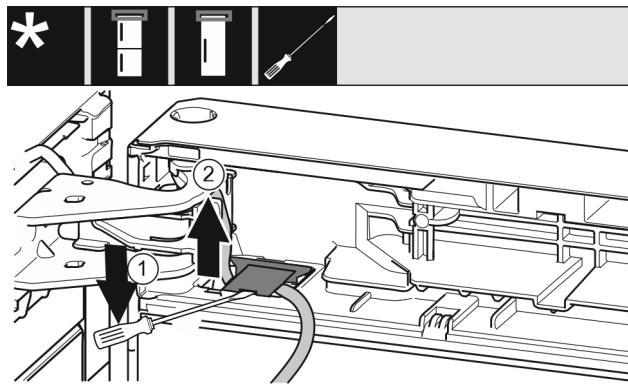

Fig. 19
- ▶ Используя шлицевую отвертку, поднимите и вытяните крышку. Fig. 19 (1)
- ▶ Извлеките кабель. Fig. 19 (2)